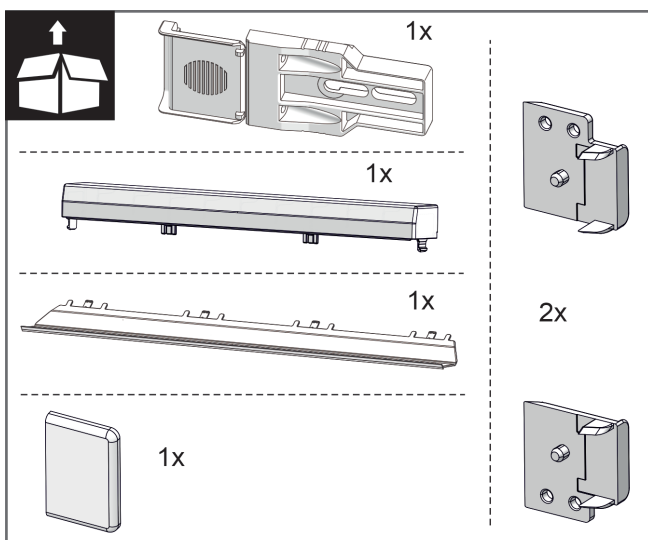
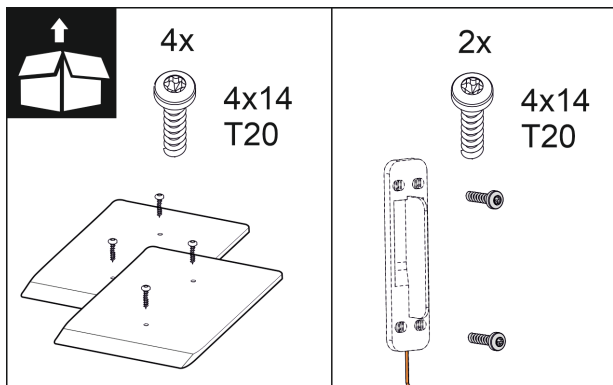

Fig. 10
Fig. 16
2. Provjerite montažne dijelove u priloženoj vrećici. *Fig. 10 () do Fig. 16 ()*
Montažni dijelovi u vrećici Fig. 10 () do Fig. 16 ()